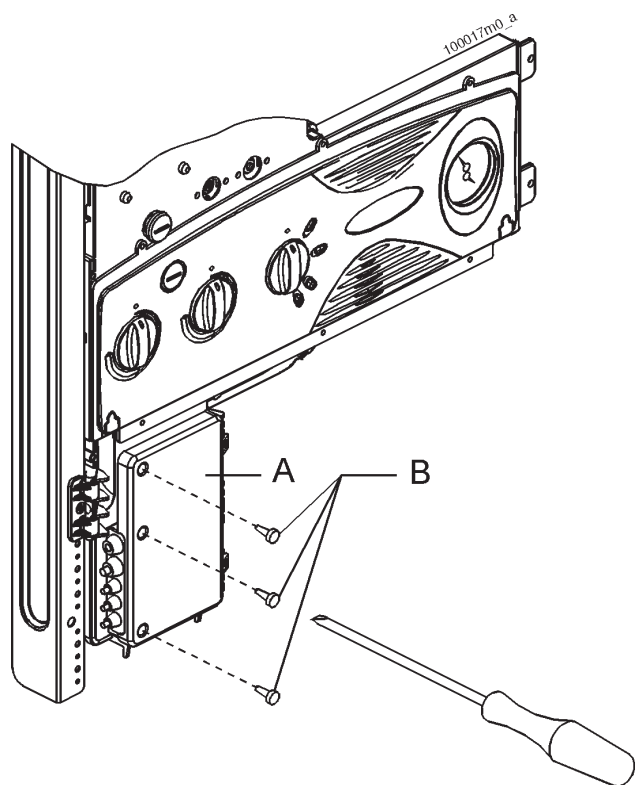

Рисунок 12 - Открытие электрического бокса
Установить комнатный термостат в место наиболее отвечающее действительной характеристике помещения, в зоне не имеющей резких колебаний температуры, подальше от окон, дверей и влияния наружных температур (см.11). Для подсоединения кабеля термостата комнатной температуры произвести следующее : (см. рис.12,13, 14)
- Соединить 2 жилы кабеля на зажимы 11 и 12 коробки эл.подсоединений (рис. 1 поз.14), как изображено на рис. 12,13,14.